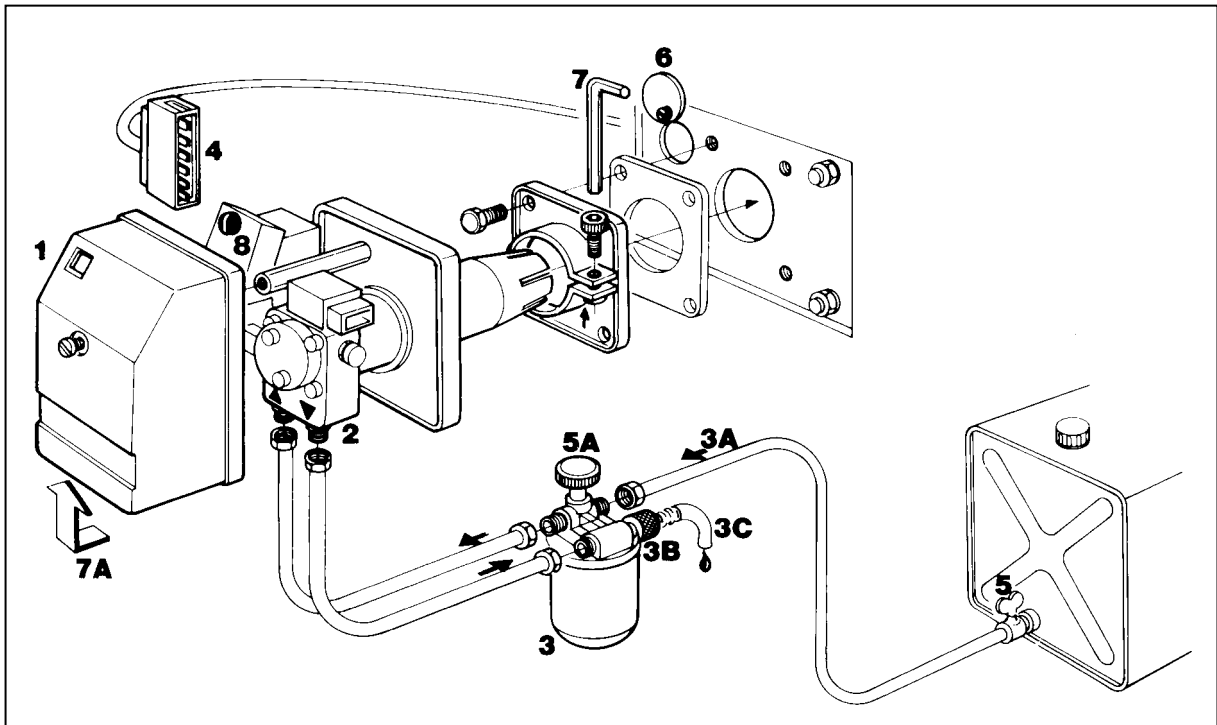

Bild 10
Folgen Sie nachstehende Anweisungen (siehe Bild 10):
5. Starten des Ölbrenners (Bild 10):